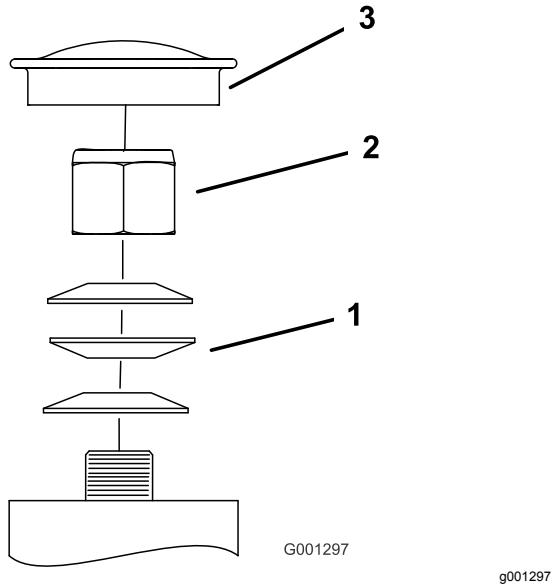
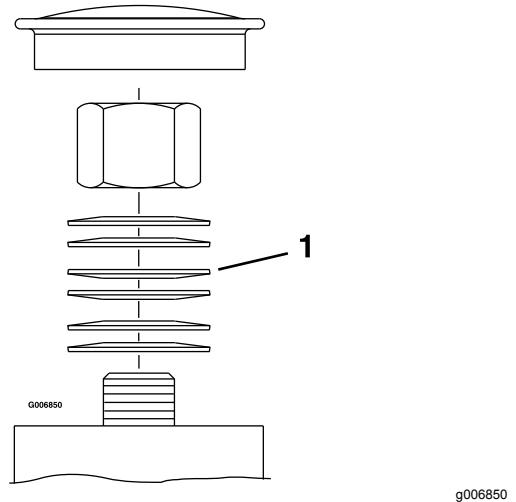

Figure 51
Figure 52
3. Déposez le couvre-moyeu de la roue pivotante et serrez le contre-écrou jusqu'à ce que les rondelles élastiques soient aplatis, puis desserrez-le de 1/4 de tour pour obtenir la précharge correcte des roulements (Figure 51 et Figure 52).
Important: Veillez à placer les rondelles élastiques comme montré à la Figure 51 et la Figure 52.